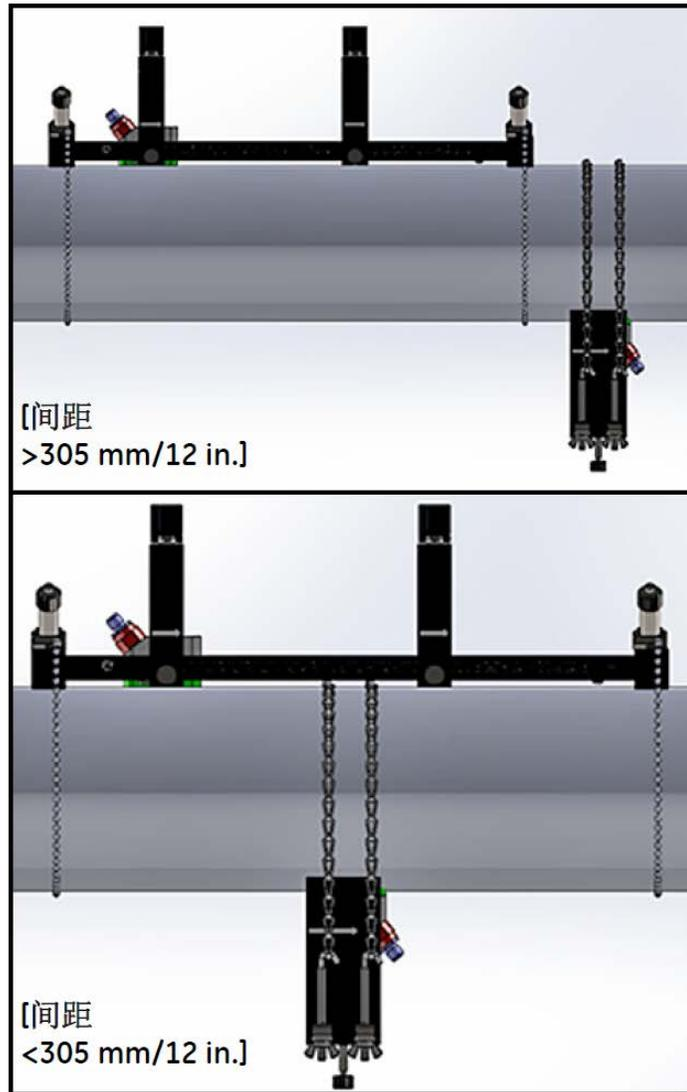

图 33: 完成后的奇数次横越安装 (俯视图)
9. 拧紧軛架螺丝，直到换能器稳固地与管子接触。完成后的奇数次横越安装应该像下面的 图 33 这样。